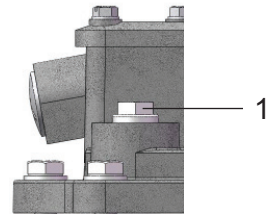

Bild 7 - Entlüftungsschraube
- Entlüftungsschraube (Bild 7/1) öffnen und Luft aus dem Strömungsanzeiger entweichen lassen